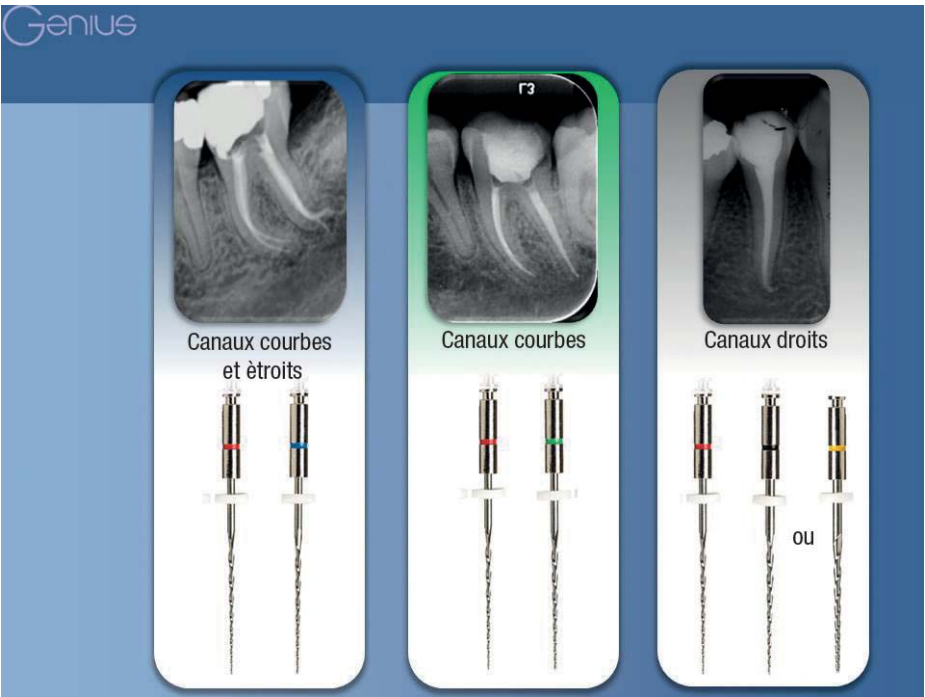

Fig. 7 : les différentes limes du système Genius et séquences utilisées en fonction de du profil radiculaire (© Dr Carlos Spironelli Ramos).
3. Après avoir atteint la longueur de travail avec la lime 25/04, passer directement à la dernière lime Genius® qui sera utilisée. Le choix reposera sur l'anatomie et les dimensions du canal. Utiliser la lime en mode rétrograde jusqu'à atteindre la longueur de travail, puis utiliser la même lime en mode rotation continue pour une élimination maximale des débris (Fig. 7).